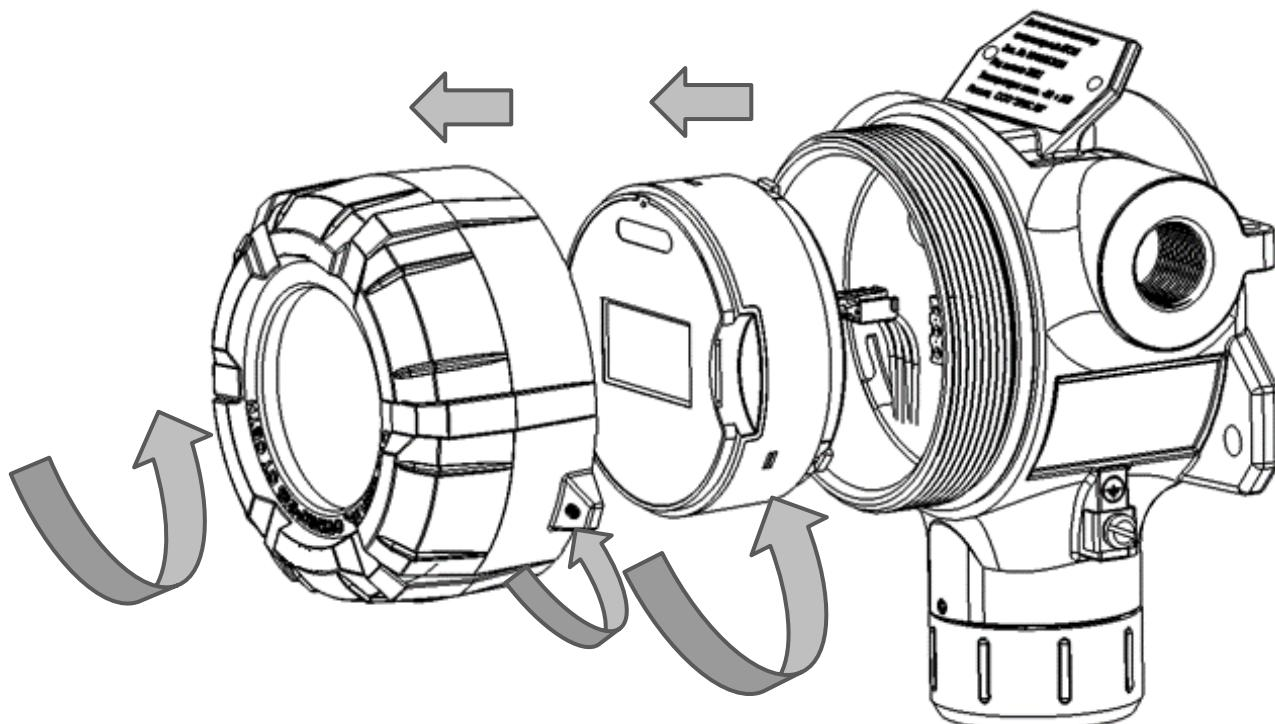

Рисунок 33- Схема разбора газоанализатора
- 1) Открутить стопорный винт на верхней крышке газоанализатора (см. рисунок 33). Открутить крышку по резьбе. Снять электронный модуль, повернув его против часовой стрелки, затем потянуть на себя. Во время проведения работ избегать попадания влаги в газоанализатор.
При кратковременном поднесении магнитного ключа к значку 2 на лицевой панели прибора на дисплее отображается график, показывающий измеренную концентрацию за последнее время работы датчика (см. рисунок 33). Интервал движения графика настраивается в меню (Меню ►Настройка ►Интерфейсы ►Дисплей). Для выхода обратно в режим измерения необходимо